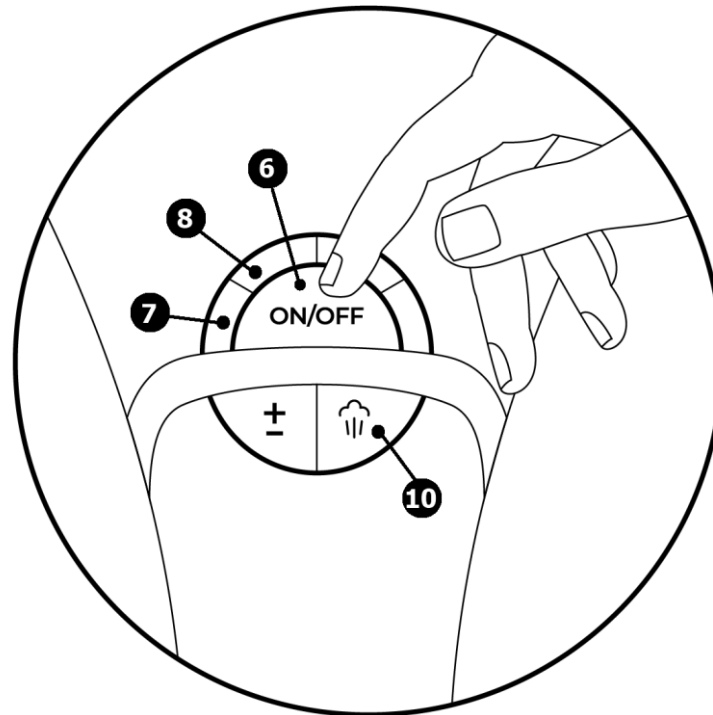

Рисунок 14 – Натискання кнопки «ON/OFF» («Увімкнення/Вимкнення»)
5. Після завершення відпарювання всіх виробів натисніть і утримуйте протягом 3 секунд кнопку «ON/OFF» («Включення/Вимкнення») (6) (див. рис. 14) для вимкнення пристрою. Коли синій індикатор режиму очікування погасне (7) (див. рис. 14), від'єднайте пристрій від мережі.